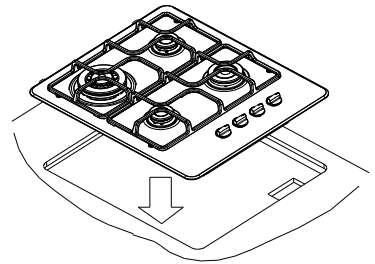

fig.4
1. Retire todo el embalaje del artefacto, considere que; si ya no le sirve este debe ser reciclado y proceda a introducir su artefacto dentro del agujero de empotre, verificando que esta quede centrada, Fig.4